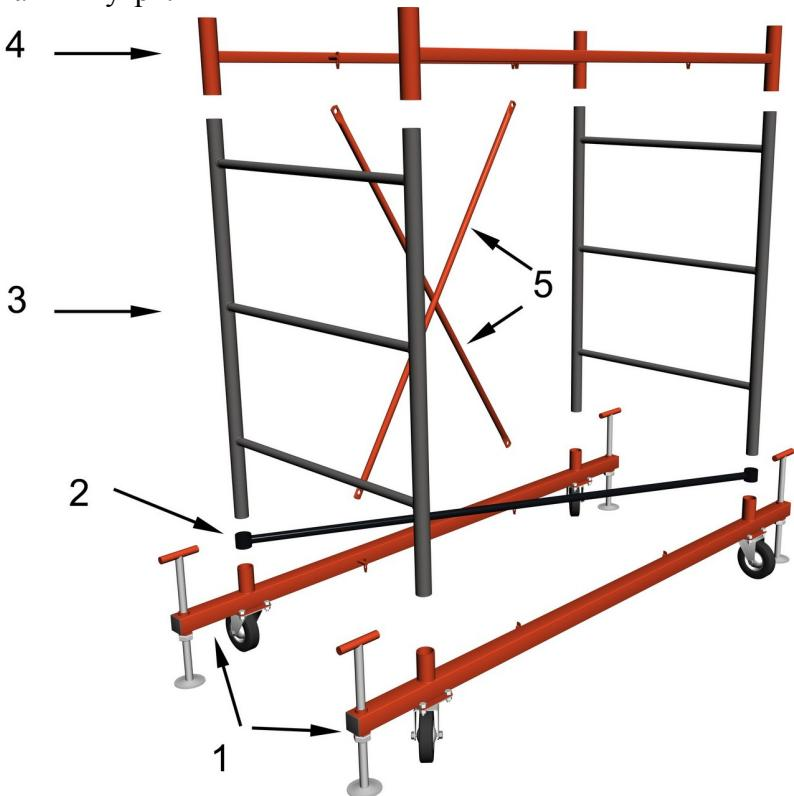

Рис.1
- 4.2. Установить базы (1) параллельно друг другу. (Рис.1)